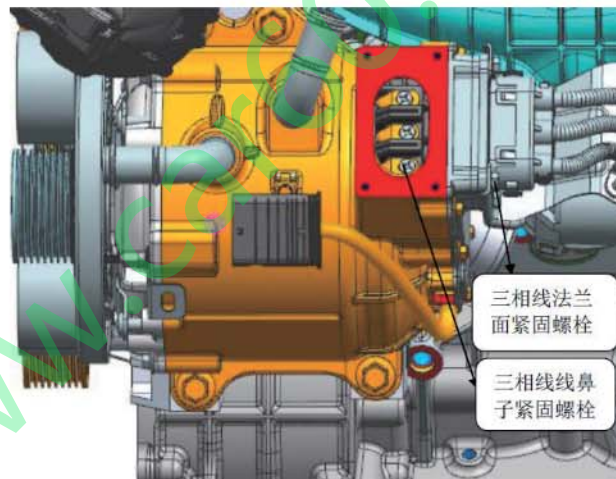
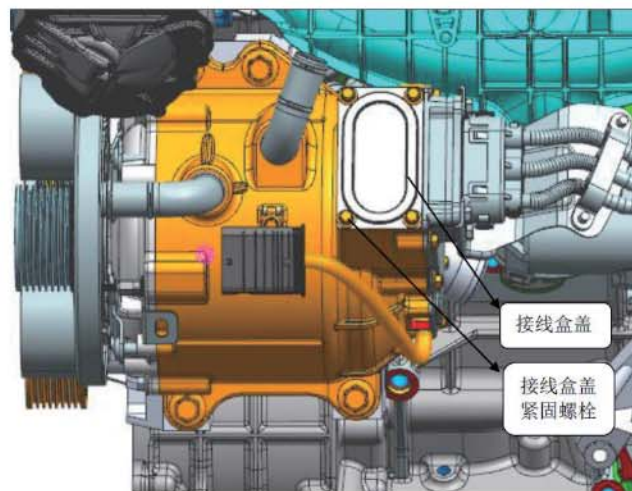

图 1.20
图 1.21
- 3、安装三相线和低压接插线束，打开接线盒盖和盖板，将线鼻子螺栓拧开。三相线线鼻子与接线座连接，拧紧螺栓，三相线法兰面与电机密封盖螺栓拧紧（如图 1.20），接线盒盖与电机拧紧螺栓（如图 1.21）